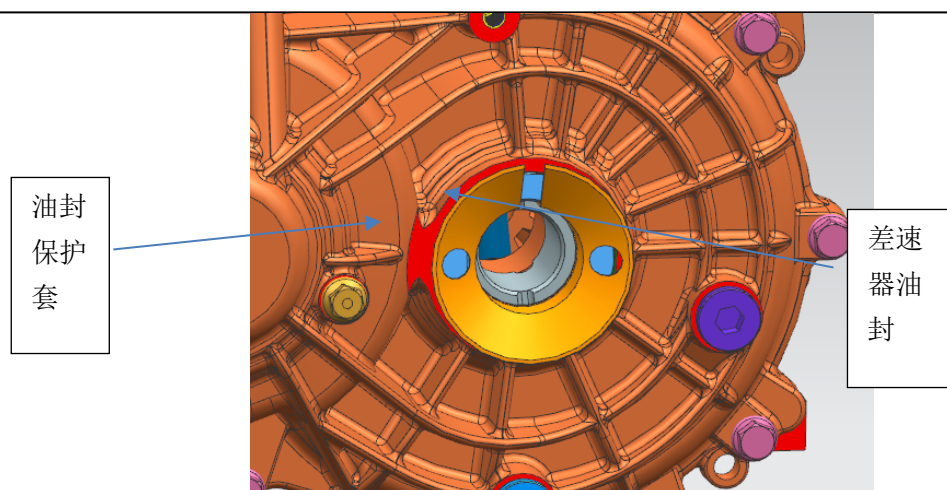

图 1 油封保护套
2) 前驱电动总成在分解修理后, 再重新装到车上, 驱动电机和前箱体是一体的, 待驱动电机传动轴插入变速器差速器端口前, 使用差速器油封保护套 (如图 1), 然后将传动轴插入到差速器端口花键卡圈锁住, 确保差速器油封无异常, 防止刮伤油封。加入 0.8L 润滑油。确认注油螺塞和放油螺塞螺纹无异常, 注油螺塞打紧力矩 35-39N.m, 放油螺塞打紧力矩 47-53N.m, 涂漆标。安装驱动电机控制器时, 注意四个驱动电机控制器的螺栓孔位置, 三相线与驱动电机相连接时, 注意不要刮伤驱动电机和驱动电机控制器。